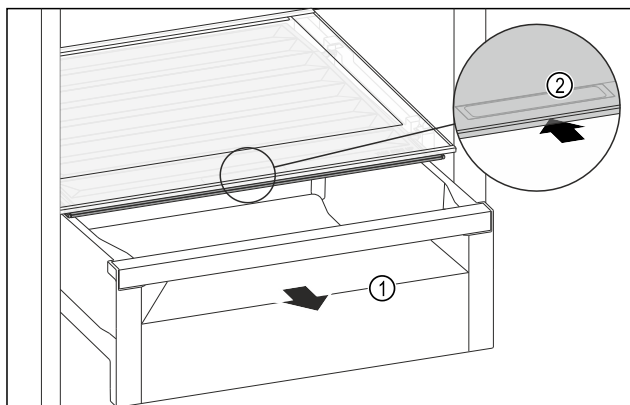

Fig. 67
- Извлеките выдвижной ящик Fig. 67 (1).
- Возьмитесь за утопленную ручку Fig. 67 (2) на крышке отделения и одновременно введите крышку отделения назад.